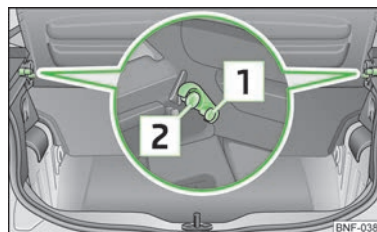

Fig. 43
- » Pentru ridicare prin rabatare, ridicați masca portbagajului și apăsați-o în suporturile laterale [1] » fig. 43.
- » Pentru demontare extrageți înspre în jos masca portbagajului din suporturile laterale [2] » fig. 43.
Aveți întotdeauna grijă ca masca portbagajului să fie fixată corect în suporturile laterale [Z] » fig. 43 - pericol de deteriorare a măștii portbagajului, resp. a portbagajului.